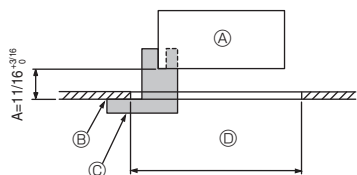
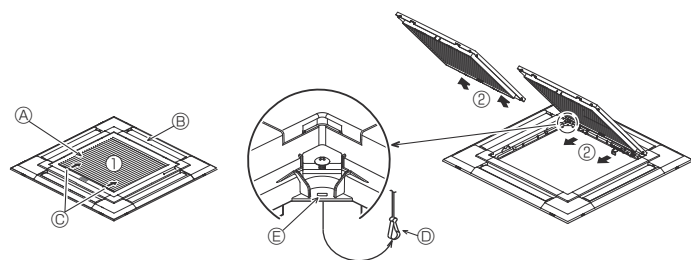
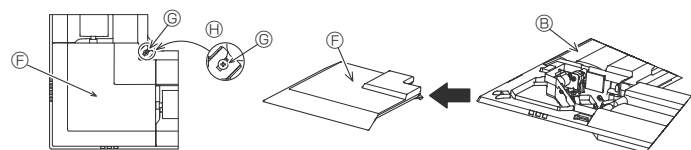

Fig. 6-2
Fig. 6-3
Fig. 6-4
①	Grille	1	950 × 950 (mm), 37-13/32 × 37-13/32 (pouces)
②	Jauge	1	Divisée en quatre parties
③	Vis (4 × 16)	1	Pour PLFY-EP-NEMU-E(1)
④	Panneau en coin 3D i-see Sensor	1	Pour PLFY-EP-NEMU-E(1)
6.2. Préparation avant d'attacher la grille (Fig. 6-2)
• A l'aide de la jauge ② fournie avec ce kit, régler et vérifier la position de l'appareil par rapport au plafond. Si l'appareil n'est pas correctement positionné, il y aura des risques de fuites d'air et de la condensation pourrait s'accumuler.
- ① Appareil principal
- ② Plafond
- ③ Jauge ② (insérée dans l'appareil)
- ④ Dimensions de l'ouverture dans le plafond
6.2.1. Retrait de la grille d'admission (Fig. 6-3)
• Pour ouvrir la grille d'admission, faire glisser les leviers dans le sens indiqué par la flèche ①.
• Lorsque la grille se trouve en position "ouverte", retirer la charnière de la grille d'admission comme indiqué par la flèche ②.
6.2.2. Retrait du panneau en coin (Fig. 6-4)
• Retirer la vis du coin du panneau en coin. Faire glisser le panneau comme indiqué par la flèche ① pour le déposer.
[Fig. 6-3] [Fig. 6-4]